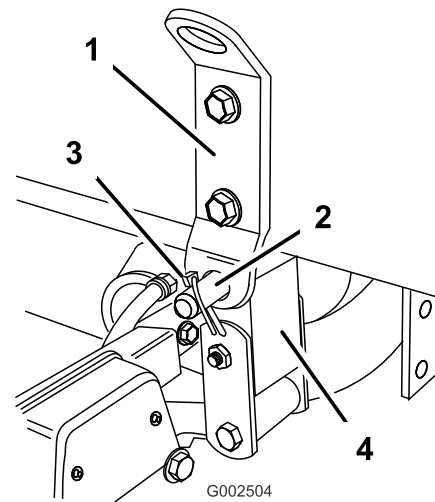

Figura 21
6. Alinee el soporte de pivote situado en la parte trasera del conjunto del patín del depósito con el hueco situado en el extremo del bastidor del vehículo (Figura 21).
7. Instale un pasador (3/4 pulgada) y dos pasadores de seguridad en el soporte de pivote para sujetar el conjunto del depósito al bastidor (Figura 21).
10. Compruebe la alineación del patín del depósito y el bastidor del vehículo. Si es necesario, afloje un poco los pernos que sujetan el soporte de pivote al bastidor del patín del depósito (Figura 21). Eleve el conjunto del depósito justo lo suficiente por encima del bastidor del vehículo para poder alinearlos y bajarlos a su posición nueva. Apriete los pernos del soporte de pivote cuando haya alineado el patín del depósito con el bastidor del vehículo.